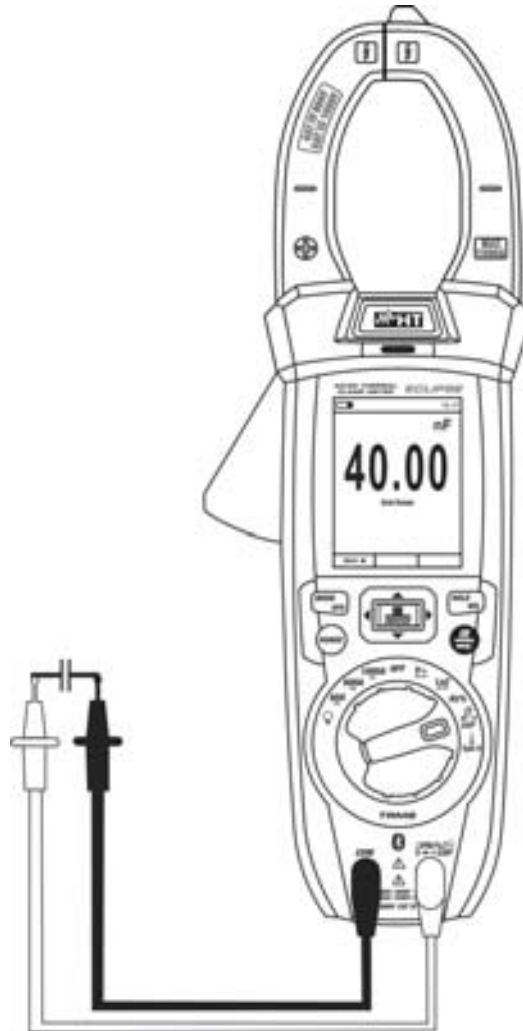

Fig. 29: Uso dello strumento per misura di Capacità
1. Selezionare la posizione  $\Omega \rightarrow (C)$  CAP
3. Inserire il cavo rosso nel terminale di ingresso  $\text{VHz\% CAP } \Omega \rightarrow (C)$  e il cavo nero nel terminale di ingresso **COM**
5. Posizionare i puntali ai capi della capacità in esame rispettando eventualmente le polarità positive (cavo rosso) e negative (cavo nero) (vedere Fig. 29). Il valore è mostrato a display. **In funzione della capacità, lo strumento potrebbe impiegare diversi secondi prima di visualizzare il valore finale corretto.** La barra grafica non è attiva in questa funzione